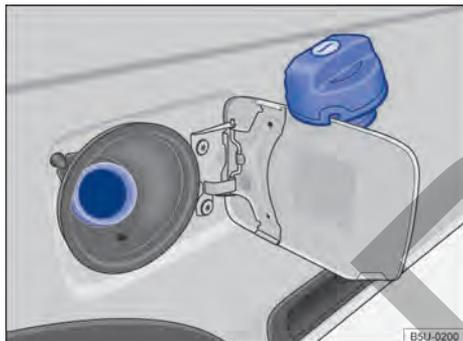

Fig. 135 Portezuela del depósito de combustible abierta con el tapón de cierre del depósito de combustible colgado.
- Gire tapa del depósito de combustible en sentido antihorario y cuélguela encima de la puerta del depósito de combustible → fig. 135.